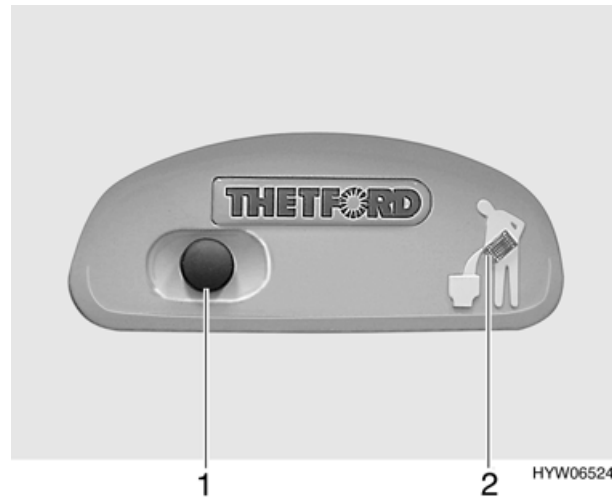

Bild 91 Spülknopf/Kontroll-Leuchte Thetford-Kassette (Variante 1)
- Zum Spülen den blauen Spülknopf (Bild 91,1) drücken.
Die Kontroll-Leuchte (Bild 91,2) leuchtet, wenn die Thetford-Kassette entleert werden muss.